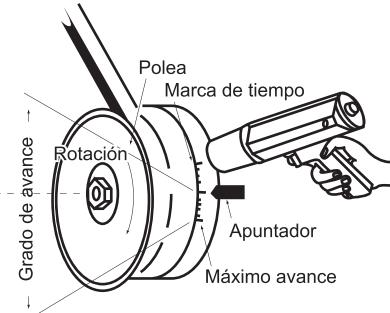

FIGURA 6.
6. Arranque el motor y opere a una velocidad de reposo. Apunte la pistola a las marcas de sincronización, como se indica en la figura 6.
- Dirija la luz de sincronización a la marca de tiempo y suavemente gire el distribuidor a la izquierda o derecha hasta que la marca esté alineada con el apuntador. Vea la figura 6. Detenga el motor.
- La marca de tiempo debe quedar estacionaria mientras el motor alcance la velocidad según especificaciones del fabricante. La marca de tiempo deberá moverse gradualmente y sin brusquedad (ver la figura 6).